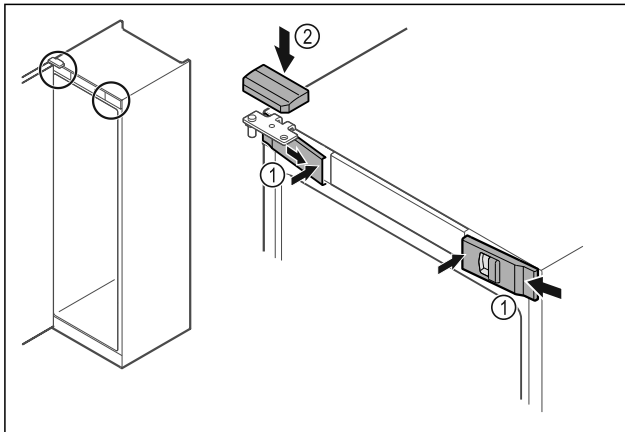

Fig. 52
- Agganciare le coperture anteriori Fig. 52 (1) di lato e innestarle all'interno.
- Innestare la copertura superiore Fig. 52 (2) dall'alto.